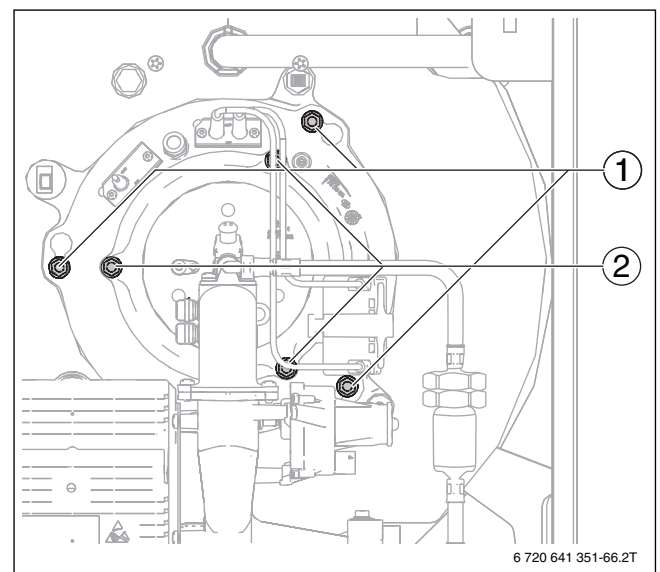

Bild 72 Befestigungsmuttern lösen
- Befestigungsmuttern am Brennerflansch (Bild 72, [1]) lösen.
- Befestigungsmuttern am Brennergehäuse (→ Bild 72, [2], Seite 43) entfernen.
- Brenner in Wartungsposition einhängen (T-förmiger Ausschnitt in der Verkleidung oben rechts/links) (→ Bild 72, Seite 43).